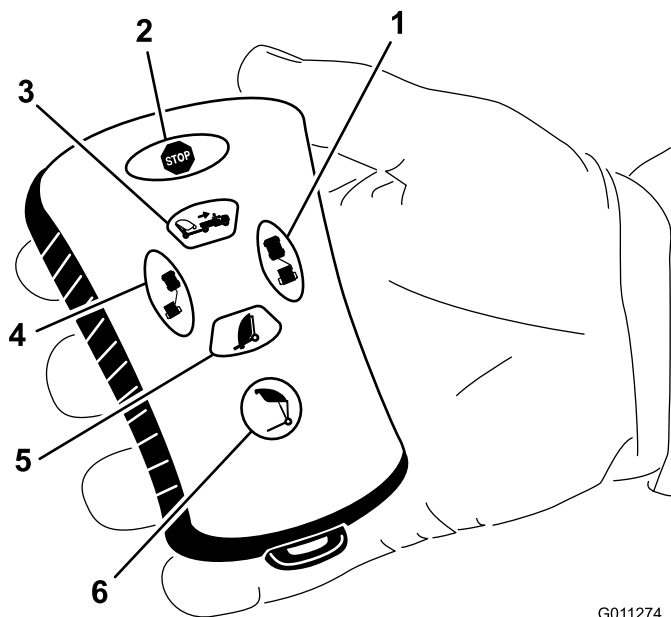

Figura 16
- Pressione o botão de descida do dispositivo de recolha (Figura 16).
- Depois, pressione o botão de desviar para a esquerda (Figura 16).
- Depois, pressione o botão de desviar para a direita (Figura 16).
- Depois, pressione e mantenha pressionado o botão de descida do dispositivo de recolha (Figura 16).
Para desviar a vassoura para a esquerda, pressione e mantenha pressionado o botão desvio para a esquerda (Figura 16). Ao soltar o botão, o movimento para a esquerda pára.
Para levantar o dispositivo de recolha, pressione e mantenha pressionado o botão vassoura para cima até o dispositivo de recolha atingir a altura pretendida ou parar na altura pré-definida (Figura 16).
Para desviar a vassoura para a direita, pressione e mantenha pressionado o botão desvio para a direita (Figura 16). Ao soltar o botão, o movimento para a direita pára.
Para baixar o dispositivo de recolha, pressione o botão vassoura para baixo (Figura 16). O dispositivo de recolha pode ser baixado quando se encontrar em qualquer uma das seguintes posições: